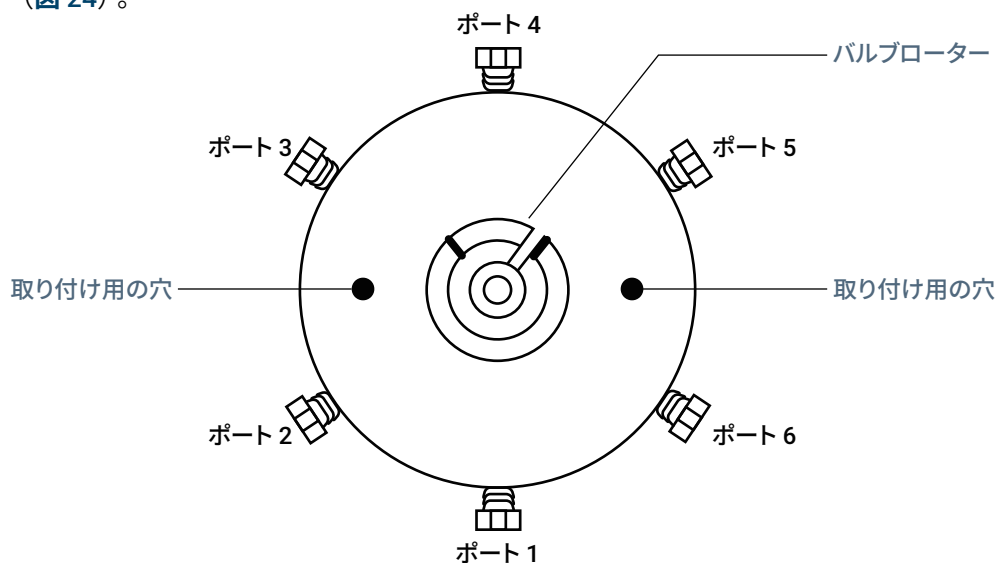

図 24. 6 ポートバルブとバルブローター
- 9 ロータータブに記載されている ID 文字がポート 4 (上のポート) の方向になるように、新しいローターを小型ペンシル磁石を使用して 6 ポートバルブに取り付けます (図 24)。